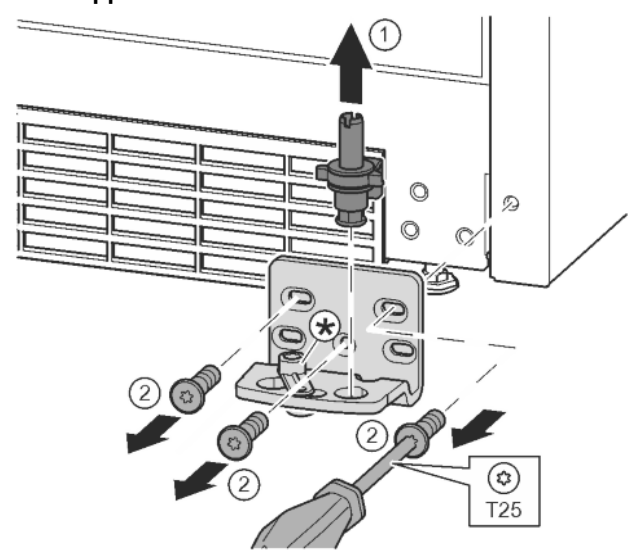

Fig. 14
- ▶ Lagerbouten compleet vanaf de bovenkant eruit trekken. Fig. 14 (1)
- ▶ Schroeven met schroevendraaier T25 eruit draaien en lagerbus eraf halen. Fig. 14 (2)